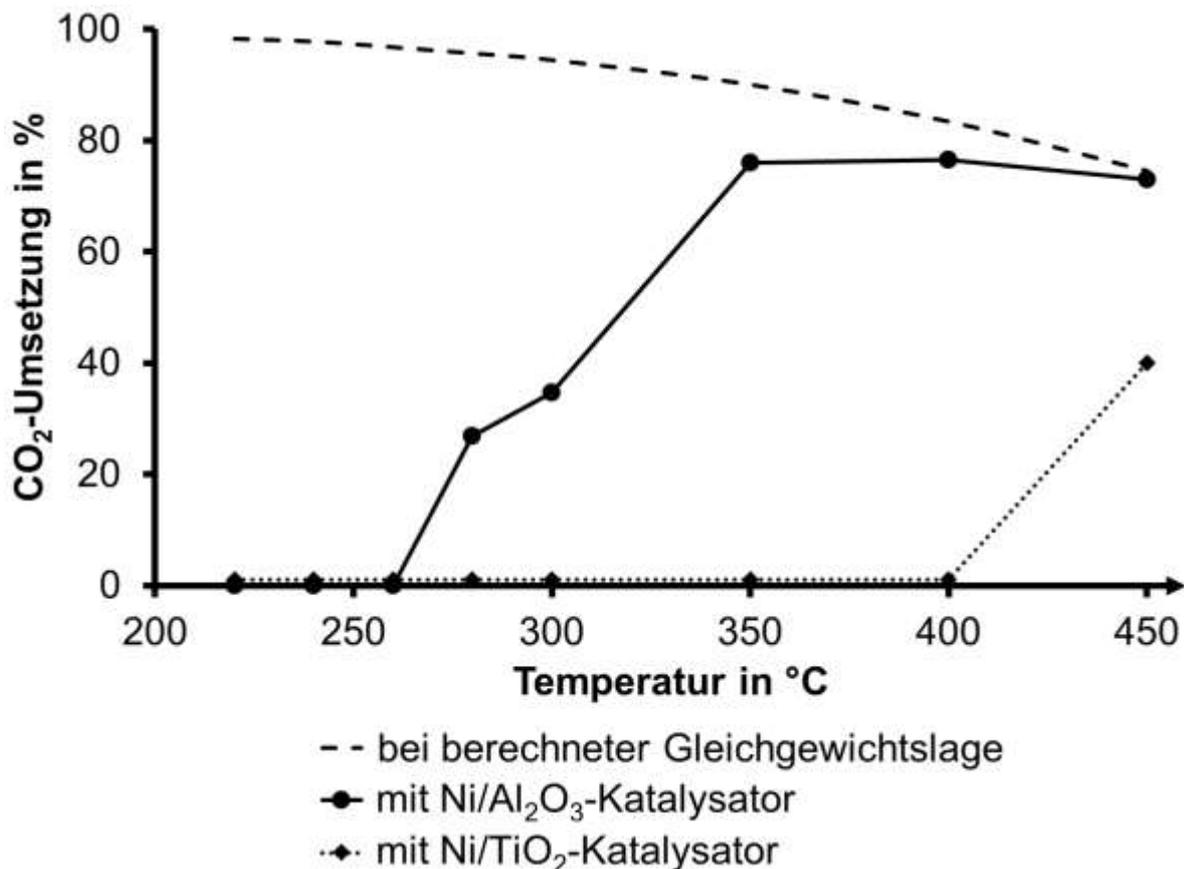

Abb. 1: Berechnete und unter Verwendung von verschiedenen Katalysatoren ermittelte Umsetzungsraten von Kohlenstoffdioxid
- 1.3 In einer Versuchsreihe wird die Wirksamkeit zweier Katalysatoren für den Sabatier-Prozess untersucht und mit berechneten Werten zur Kohlenstoffdioxidumsetzung verglichen. Diese Werte können mit Hilfe von theoretischen Modellen bei verschiedenen Temperaturen im Gleichgewicht ermittelt werden. Für den Versuch bringt man bei verschiedenen Temperaturen das jeweils gleiche Eduktgemisch zur Reaktion. Nach jeweils der gleichen Zeit misst man die Umsetzungsrate von Kohlenstoffdioxid (Abb. 1)
- 1.3.1 Begründen Sie den in Abbildung 1 dargestellten Kurvenverlauf für die berechnete Gleichgewichtslage anhand des Prinzips von Le Chatelier. Erklären Sie den Kurvenverlauf unter Verwendung des Ni/Al₂O₃-Katalysators im Temperaturbereich zwischen 220 °C und 350 °C auf Grundlage energetischer Aspekte chemischer Reaktionen. [7 BE]